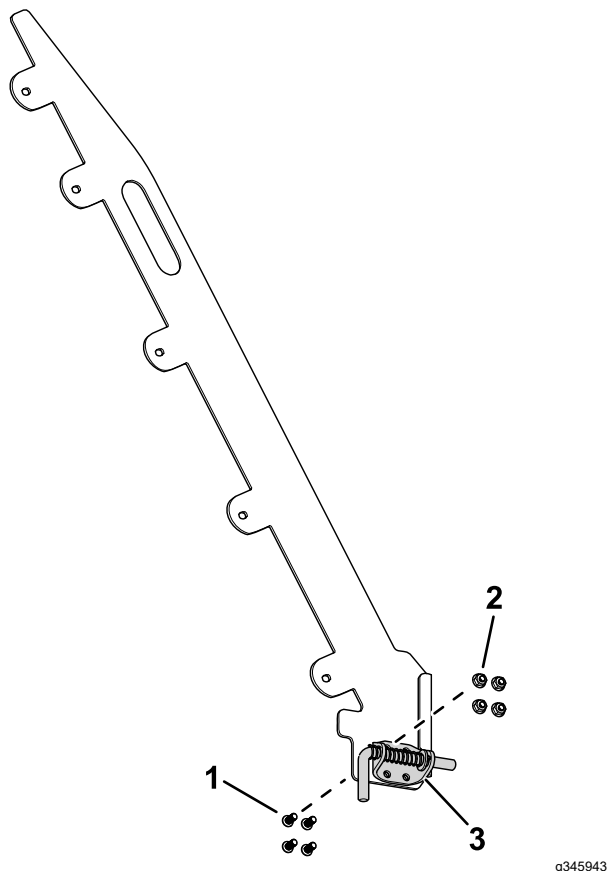

図9
1. トルクスねじ4本とナット4個を使用して、ラッチピンブラケットをランプアセンブリのガイドプレートに固定する図9。